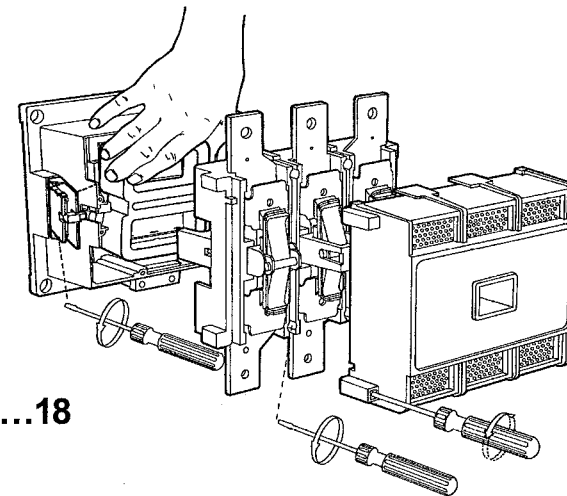

Fig. 2
- Sostituire la bobina come da Fig. 2.
- Cambie la bobina según la Fig. 2.